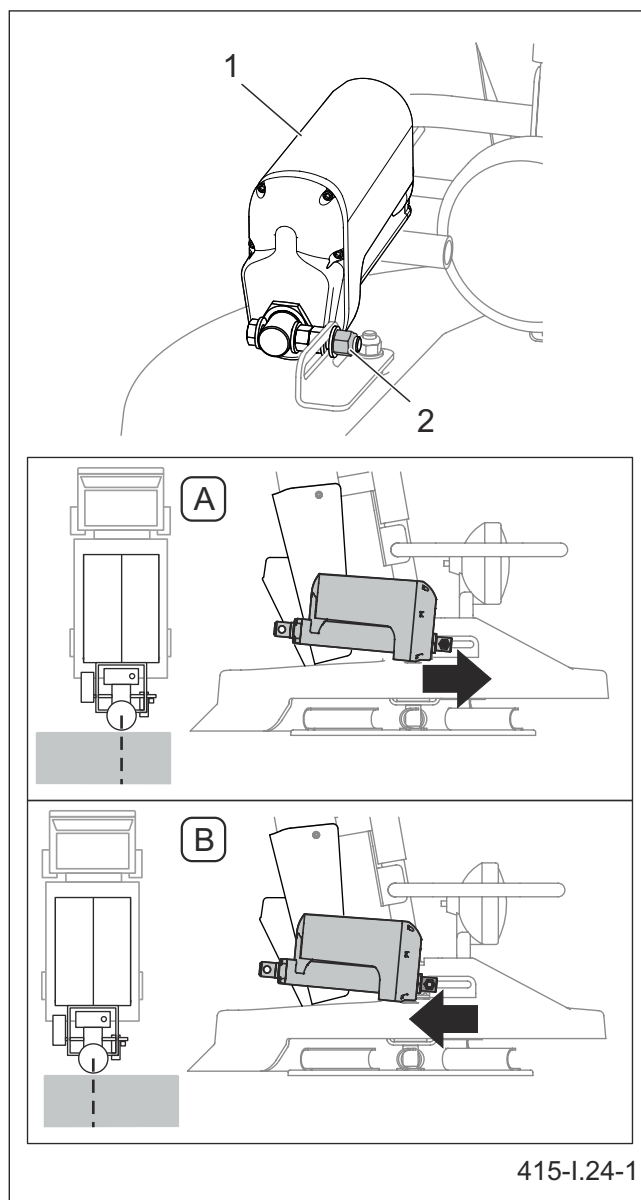

Рисунок 5.23 Регулировка разбрасывающего механизма
отрезок с постоянной скоростью. Остановить транспортное средство и проверить результат разбрасывания. Если разброс с левой и с правой стороны неодинаковый, то необходимо отрегулировать привод (1) направления разбрасывания (рисунок 5.23) следующим способом:
- Ослабить гайку (2).
- Передвинуть привод (1) вперед, если разброс слишком смещен влево (А).
- Передвинуть привод (1) назад, если разброс слишком смещен вправо (В).
- Затянуть гайку (2), выполнить пробное разбрасывание и в случае необходимости повторить регулировку.